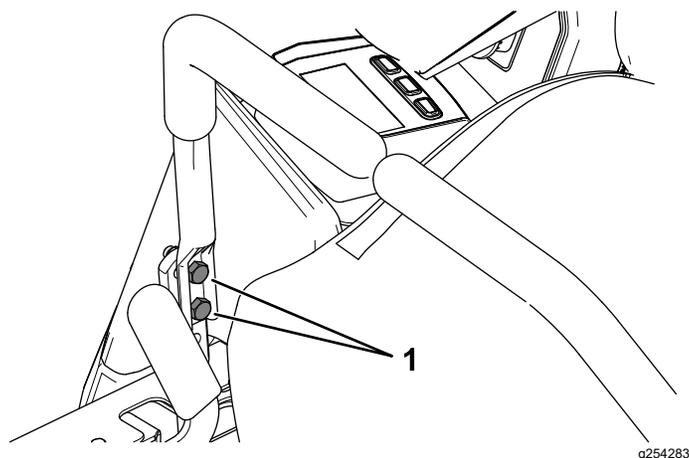

Figura 48
10. Se è necessario un allineamento, allentate i 2 bulloni per il montaggio della leva di comando del movimento sul lato disallineato (Figura 48).
12. Serrate i 2 bulloni per il montaggio della leva di comando del movimento (Figura 48).